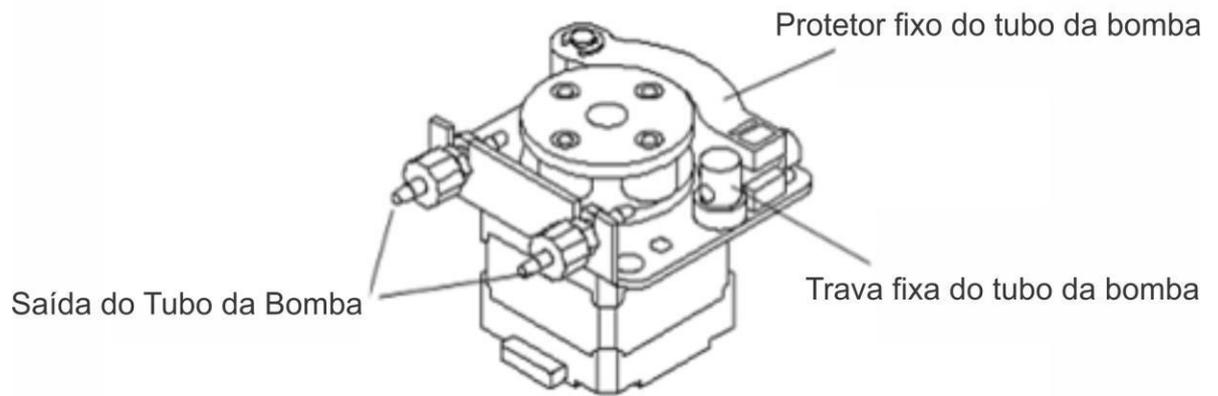

Figura 1-9 Bomba peristáltica
- (1) Abra a tampa da fonte de luz.
- (2) Desconecte o cabo da lâmpada para substituí-la, retire o parafuso de fixação no compartimento da lâmpada, retire a lâmpada, substitua-a por uma nova, aperte os parafusos e conecte o cabo da lâmpada.
- (3) A fonte de luz e a bomba peristáltica são mostradas nas Figuras 1-8 e Figura 1-9: